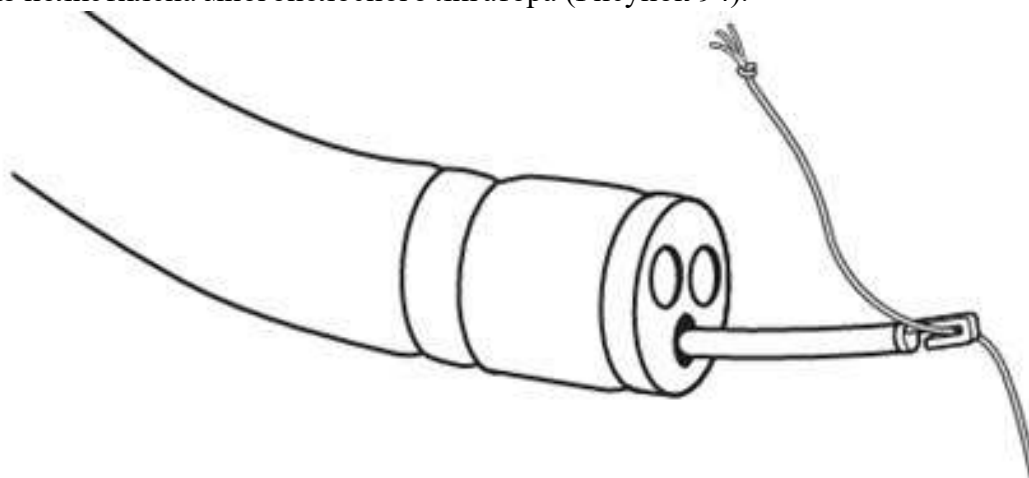

Рисунок 94
4. Присоедините конец загрузочного катетера с крючками к петле спускового тросика из полиэтилена многополосного лигатора (Рисунок 94).